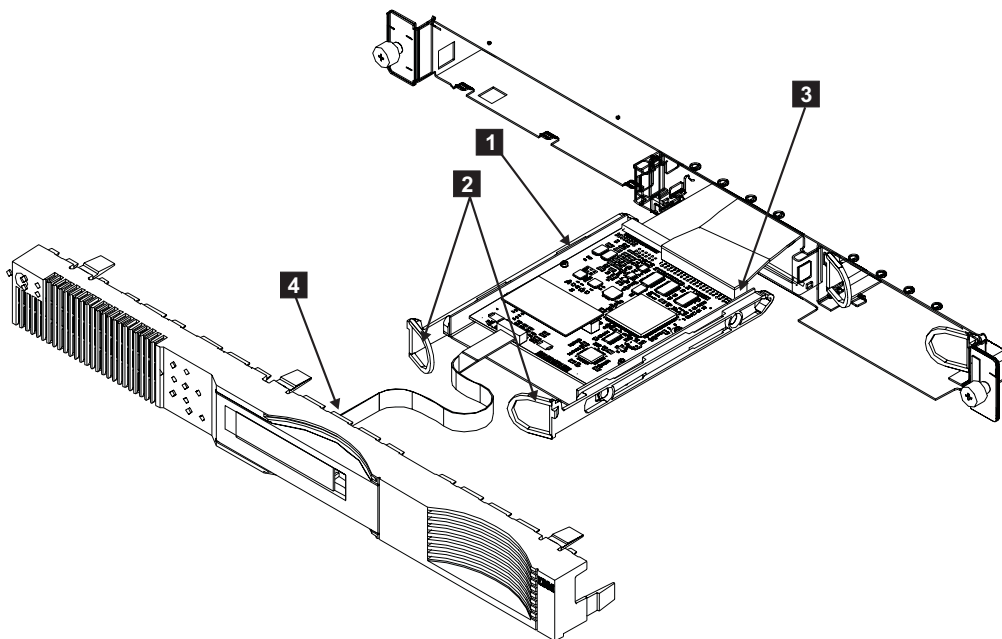

図 108. SAN ボリューム・コントローラー 2145-4F2 サービス・コントローラー
1. サービス・コントローラー(図 108 の **1**) を慎重に SAN ボリューム・コントローラー 2145-4F2 に押し込みます。